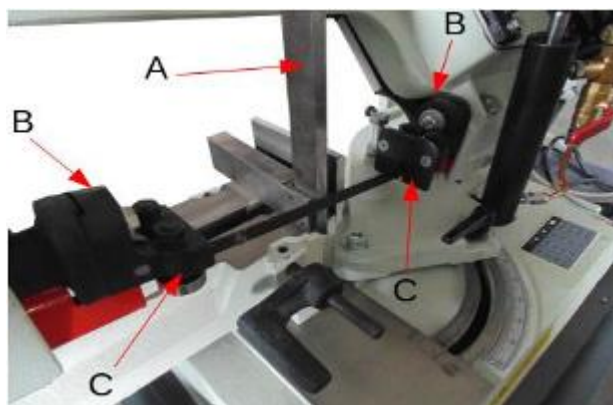

Рис. 11
2. Опустите раму пилы до горизонтального положения. Поставьте угольник (А на рис. 11) на стол, прижав один конец к полотну (как показано на рисунке).
3. Если полотно не перпендикулярно к столу, открутите два винта (В на рис. 11), которыми кронштейны направляющих полотна крепятся к рычагам, и поверните оба кронштейна (С) так, чтобы полотно сохраняло угол 90 ° к столу. Затяните два болта (В). **ПРИМЕЧАНИЕ:** будьте осторожны, чтобы во время этой регулировки не повредить подшипники.